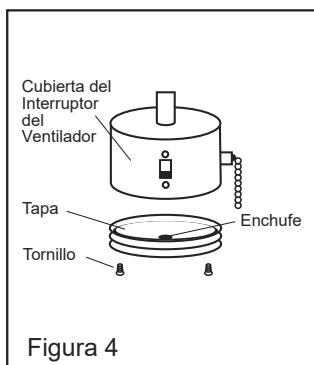
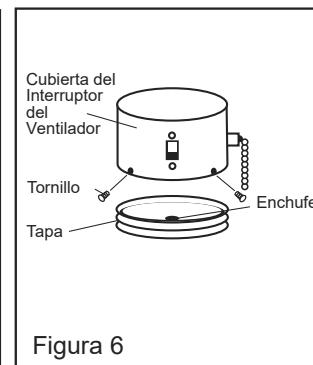

Figura 4
Figura 6
- Quite la tapa del alojamiento del interruptor del ventilador aflojando los tornillos (Vea la figura 4). Puede guardar esta tapa para usarla en el futuro.
- Quita del ventilador la tapa del alojamiento del interruptor destornillando los tornillos de montaje inferiores (figura 4) o los tornillos de montaje laterales (figura 6).
- Destornillando o empujándolo hacia afuera, saque el enchufe (figura 6) del centro de esta cubierta. Puede descartar el enchufe.
- Quita la tapa del alojamiento del interruptor del ventilador aflojando los tornillos. Puede guardar esta tapa para usarla en el futuro (Vea la figura 4).